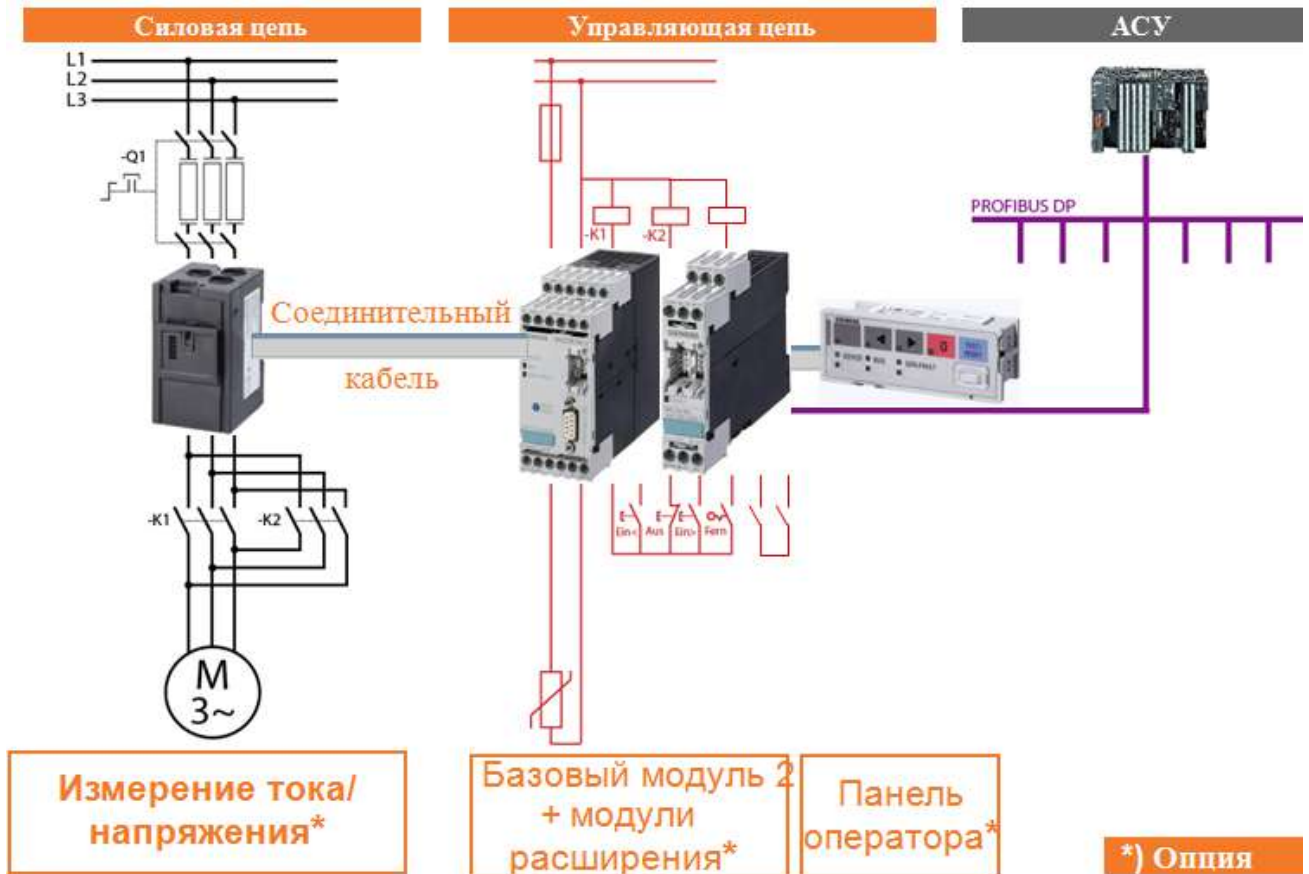

Рис. 1.7. Система управления Simocode pro V
Система реверсивного управления и защиты электродвигателя, построенная на Simocode pro V, показана на рис. 1.7. На нем показаны базовый аппарат (GG2), модуль регистрации тока (IM) и панель оператора (BB), поставляемая опционально. Для защиты электродвигателя используются плавкие вставки (Q1). Для включения-отключения электродвигателя применены магнитные пускатели (K1, K2), подключенные к базовому аппарату. Управление работой электродвигателя осуществляется кнопками (Ein< – влево, Aus – стоп, Ein> – вправо, Fern – возврат при перегрузке) или с панели оператора (BB).